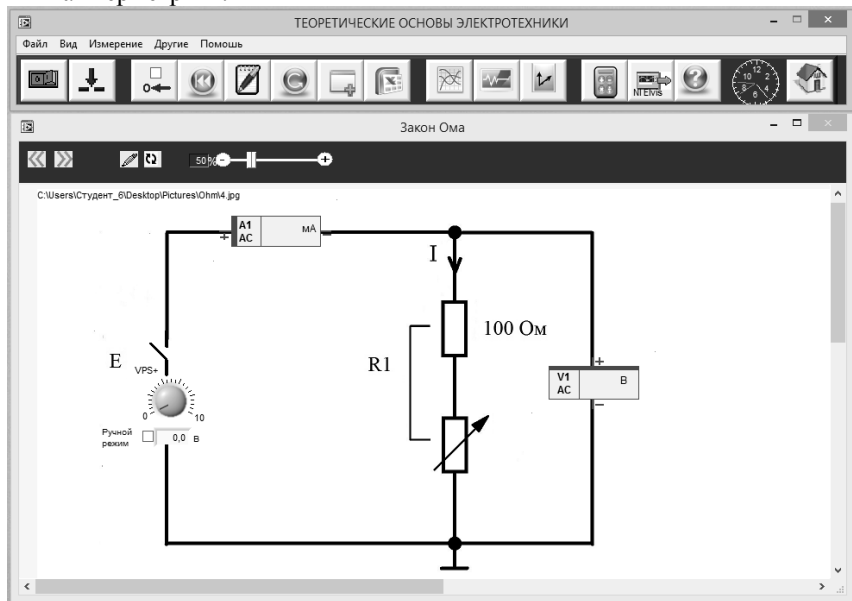

Рис.3
4.3. Из главного меню выберите **Закон Ома**. Откроется заранее подготовленное изображение электрической схемы с размещенными на ней полями компонентов и приборов (рис.3).
4.4. Соберите на плате цепь в соответствии со схемой на рис. 3. Установите первое значение сопротивления R_1 , соответствующее заданному варианту.
4.9.1. Используйте схему на плате в соответствии с рис.3.